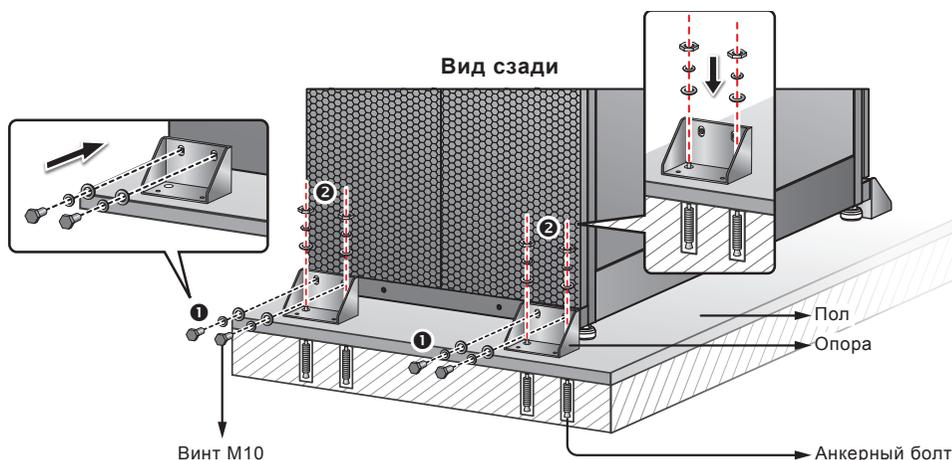

Рис. 5-3. Установка опор сзади
- 4) Ключом с головкой 16 мм отверните 4 винта M10 ❶ и снимите с поддона две опоры, фиксировавшие ИБП при транспортировке. Прикрепите две опоры этими винтами к ИБП сзади. Для фиксации ИБП ❷ прикрепите опоры к полу анкерными болтами с гайками. Анкерные болты приобретаются отдельно. См. **Рис. 5-3**.